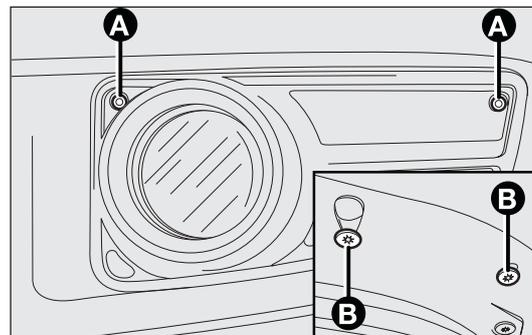

fig. 149
- afloje los dos tornillos A y B-fig. 149 de fijación de los faros antiniebla del parachoques y retire la moldura con el faro antiniebla, desconectando el conector;